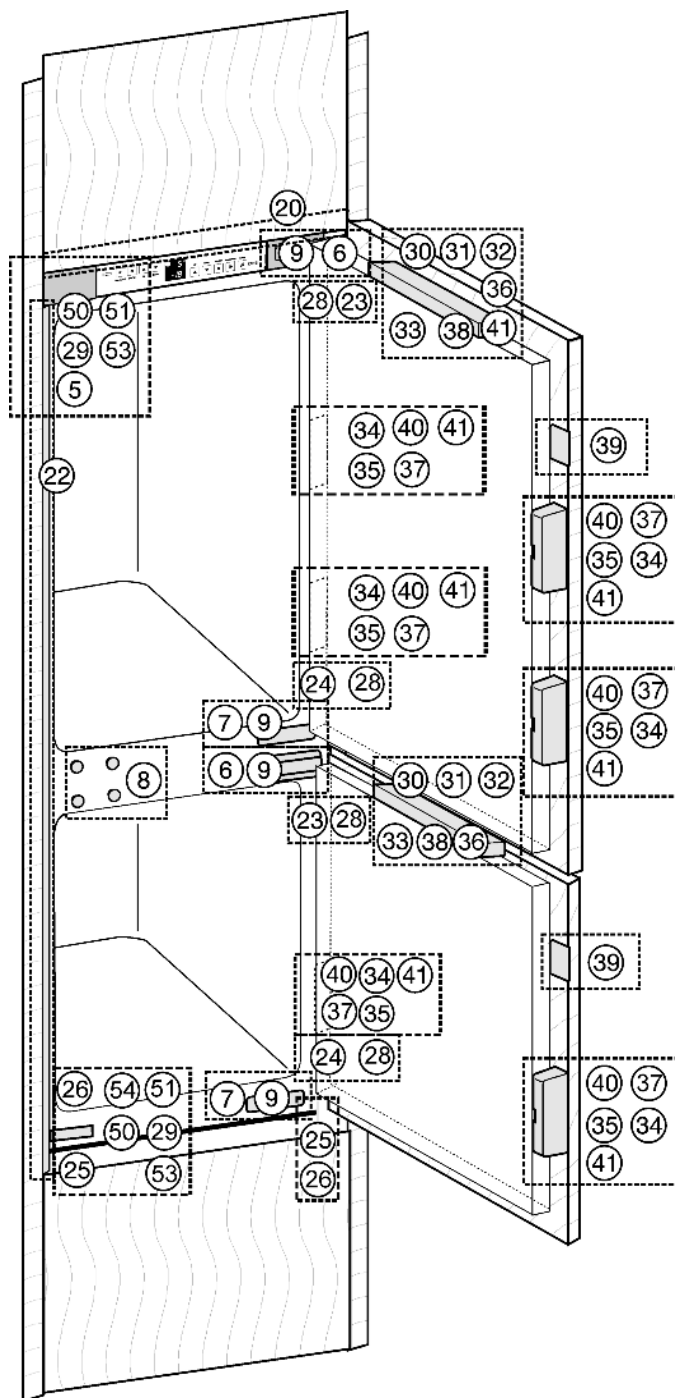
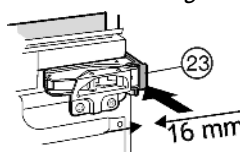
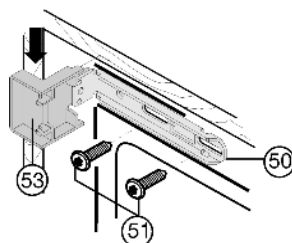
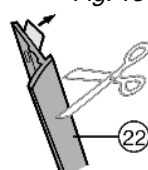

Fig. 8
Fig. 12
Fig. 13
Fig. 14
- Снимите крышки Fig. 8 (5, 6, 7).
- Защелкните распорный элемент *Fig. 12 (23)* на верхнем и распорный элемент *Fig. 8 (24)* на нижнем шарнире.
- Наденьте верхнюю и нижнюю крышку *Fig. 13 (53)* на крепежный уголок *Fig. 13 (50)*.
- Закрепите крепежный уголок *Fig. 13 (50)* вверху и внизу винтами *Fig. 13 (51)* так, чтобы уголок можно было немного двигать влево и вправо.
- Снимите защитную пленку с декоративной планки *Fig. 14 (22)*. Прикрепите декоративную планку *Fig. 14 (22)* со стороны ручки заподлицо с лицевой стороной к выступу крышки *Fig. 13 (53)* и наклейте на боковую стенку устройства.
- При необходимости укоротите декоративную планку *Fig. 14 (22)* внизу: Декоративная планка *Fig. 14 (22)* должна заканчиваться на 3 мм выше верхней кромки нижнего крепежного уголка *Fig. 8 (50)*.
- Вдвигайте устройство до тех пор, пока крышки *Fig. 13 (53)* не будут упираться *Fig. 13* в боковую стенку предмета мебели.
- Учитывайте конструктивный размер (глубину упорных элементов дверей). Выдвиньте шарниры и крышки *Fig. 13 (53)* на расстояние, соответствующее этому конструктивному размеру.
- Выставьте устройство прямо, регулируя опоры *Fig. 8 (25)* при помощи прилагаемого вилочного ключа *Fig. 8 (26)*.